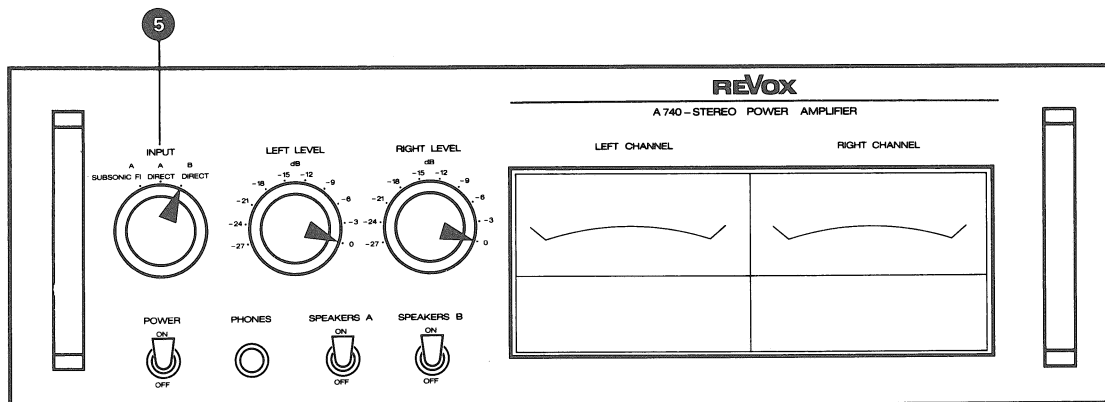

Fig. 5.2.-1
- Bedienungselemente nach Fig. 5.2.-1 einstellen.
- NF-Voltmeter an Ausgang LEFT CHANNEL (18) anschliessen.
- NF-Generator an Eingang LEFT CHANNEL (14) anschliessen.
- Klirrfaktor-Messgerät an Ausgang LEFT CHANNEL (18) anschliessen.
- Adjust operating controls as per fig. 5.2.-1.
- Connect audio voltmeter to output LEFT CHANNEL (18).
- Connect audio generator to input LEFT CHANNEL (14).
- Connect distortion analyser to output LEFT CHANNEL (18).
- Connect audio generator to input LEFT CHANNEL (14) and adjust input level to 1 V.
- Organes de commande selon la fig. 5.2.-1.
- Voltmètre BF à la sortie LEFT CHANNEL (18).
- Générateur BF à l'entrée LEFT CHANNEL (14).
- Distorsiomètre à la sortie LEFT CHANNEL (18).
- Bedienungselemente nach Fig. 5.2.–1 einstellen.
- Adjust operating controls as per fig. 5.2.–1.
- Organes de commande selon la fig. 5.2.–1.